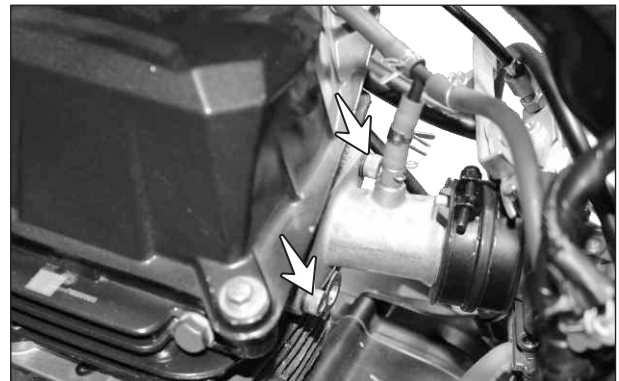

Fig. 3.28
- Retire los 2 tornillos hexagonales (M6x25) junto con las arandelas del colector de admisión. (Fig. 3.28)